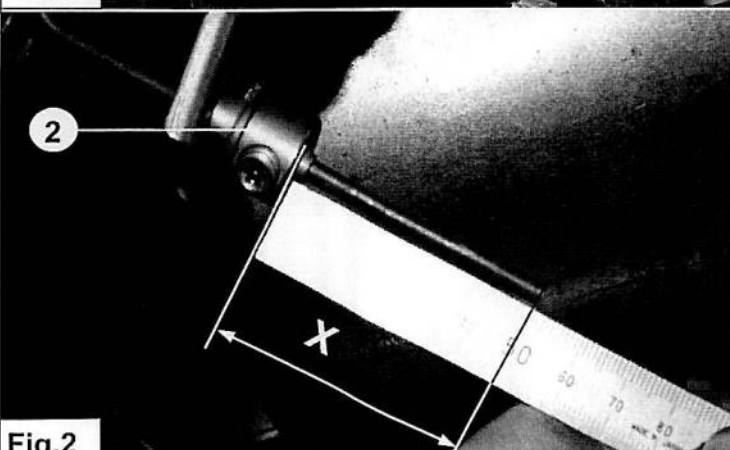

Fig.2
4. Stellen Sie die ALB Regelung ein mit dem Schiebestück **2** so daß $X=50\text{mm} \pm 0.5$. Siehe Fig. 2.
4. Justera LAV med urkopplingshylsa **2** så att $X=50\text{mm} \pm 0.5$. Se fig. 2.